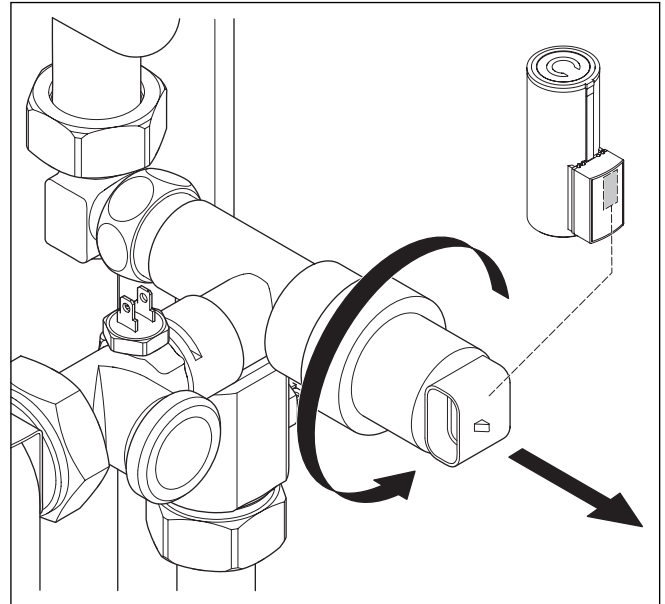

Abb. 8.1 Mischer
- Schrauben Sie den Stellmotor des Mischers, wie in Abb. 8.1 gezeigt, ab.